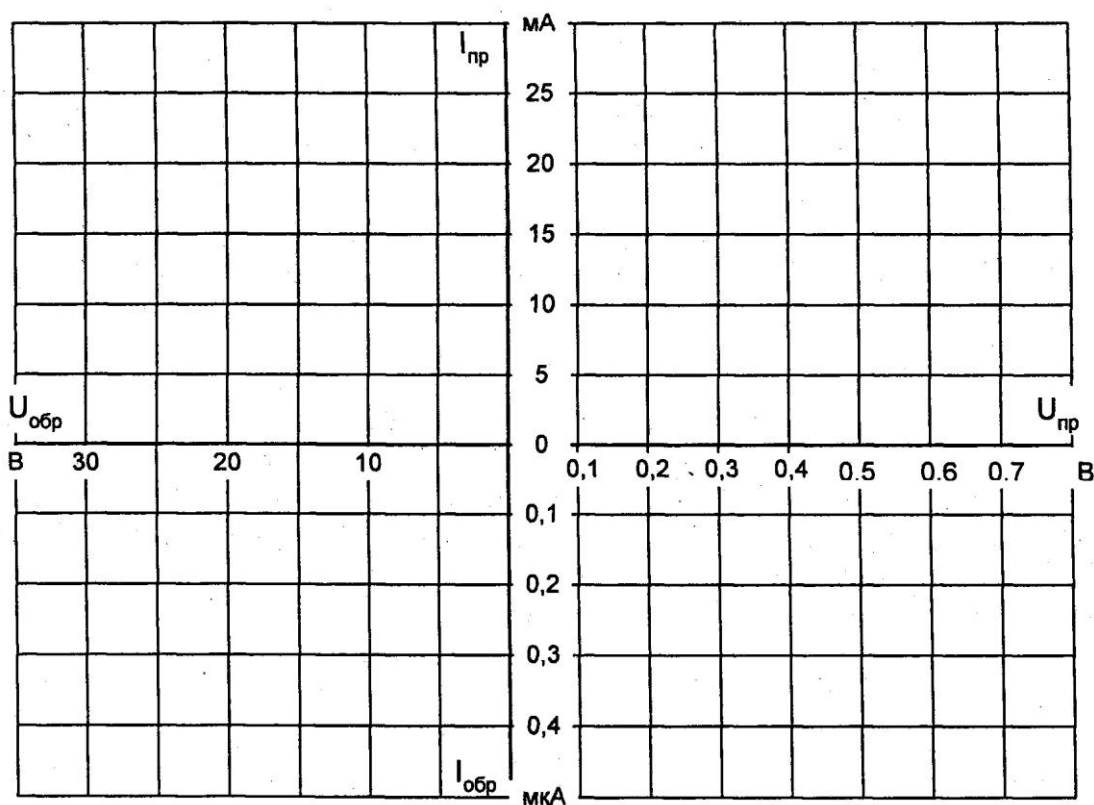

Рис.2.1.3
- Перенесите измеренные данные из таблиц на график (рис.2.1.3) и постройте вольт-амперную характеристику диода.